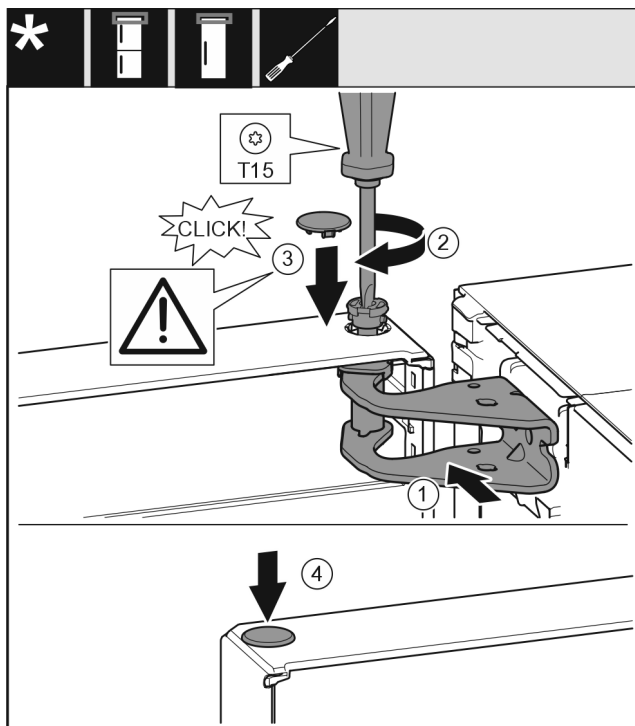

Fig. 19
- ▶ Wyrównać drzwi u góry względem otworu w płytce zawiasu. Fig. 19 (1)
- ▶ Założyć sworzeń i dokręcić śrubokrętem T15. Fig. 19 (2)
- ▶ Zamontować osłonę bezpieczeństwa w celu zabezpieczenia drzwi: Włożyć osłonę zabezpieczającą i sprawdzić, czy przylega ona do drzwi. Ponadto założyć cały sworzeń. Fig. 19 (3)
- ▶ Założyć zatyczkę. Fig. 19 (4)